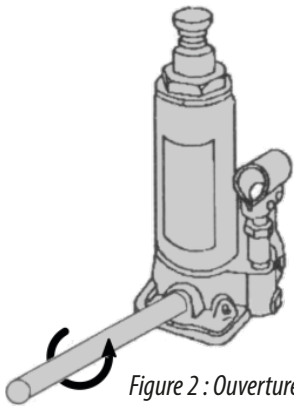

Figure 2 : Ouverture de la soupape de décharge
- Ouvrez la soupape de décharge en insérant la partie du milieu du levier à pompe sur la manette de la soupape de décharge et tournez-la lentement (maximum une rotation) dans le sens inverse des aiguilles d'une montre (fig. 2). Lorsque le véhicule est complètement descendu, abaissez la collerette de levage vers le bas et refermez la soupape de décharge.